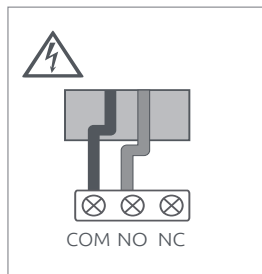

Fig. 1
- Identifique los cables de control COM (Común), NO (Normalmente Abierto) y NC (Normalmente Cerrado) utilizando las etiquetas/diagramas de conexión en el termostato (fig. 1).